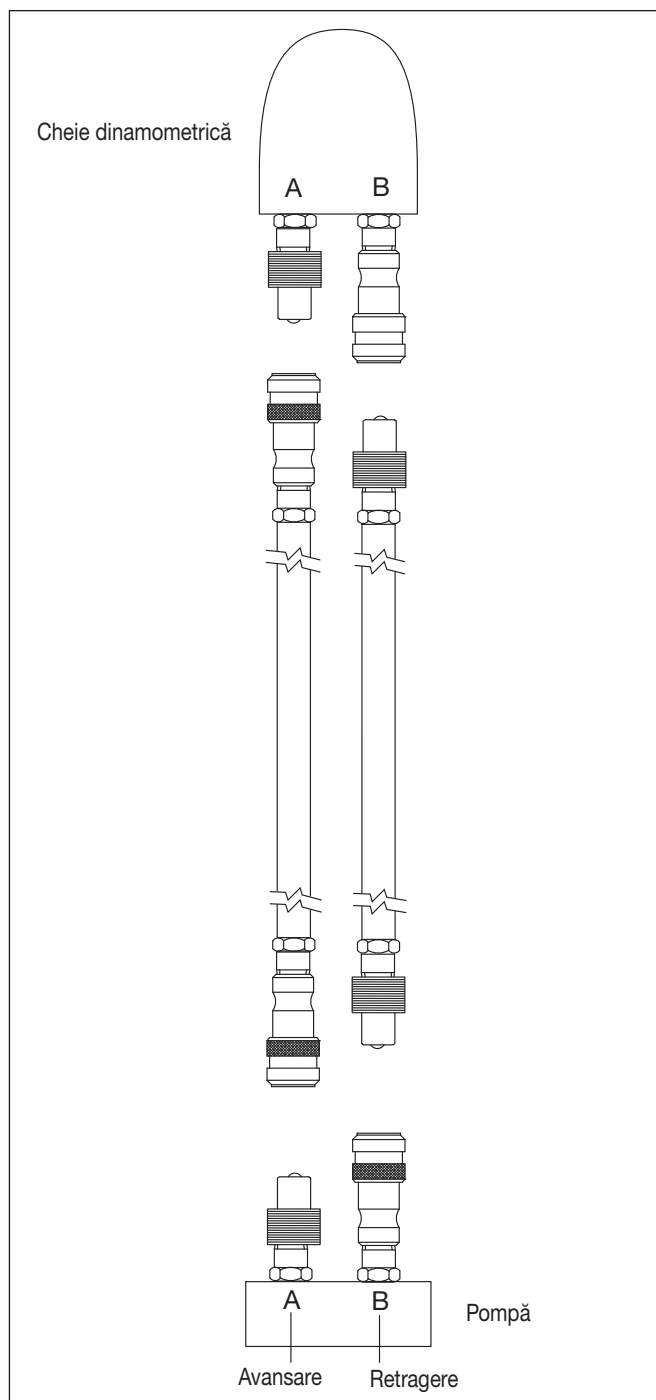

Figura 4: Conexiuni la cheia dinamometrică
2. Cuplați furtunurile la cheia dinamometrică așa cum se arată în Figura 4. Strângeți manual inelele de blocare ale cuplajului. La utilizarea combinației de pompă Enerpac și cheia dinamometrică, furtunurile și cuplajele sunt proiectate astfel încât portul de avans al pompei să poată fi conectat numai la portul de avans al cheii dinamometrice, iar portul de retragere al pompei să poată fi conectat numai la portul de retragere al cheii dinamometrice.